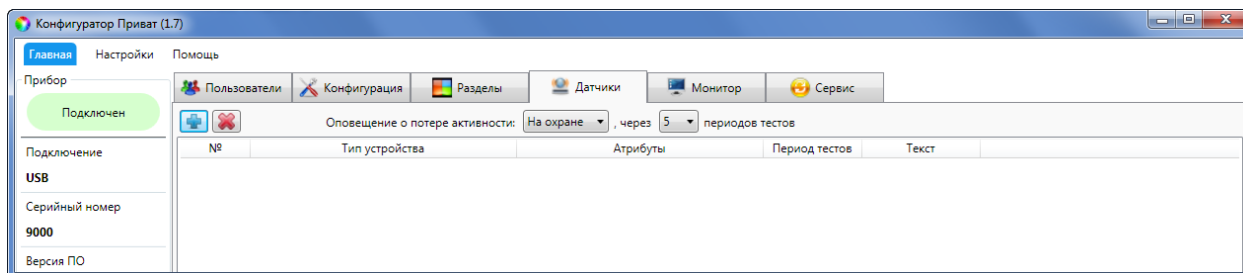

Рисунок 7.41 – Вкладка *Датчики*
1. На вкладке *Датчики* нажмите кнопку  (см. рисунок 7.41).